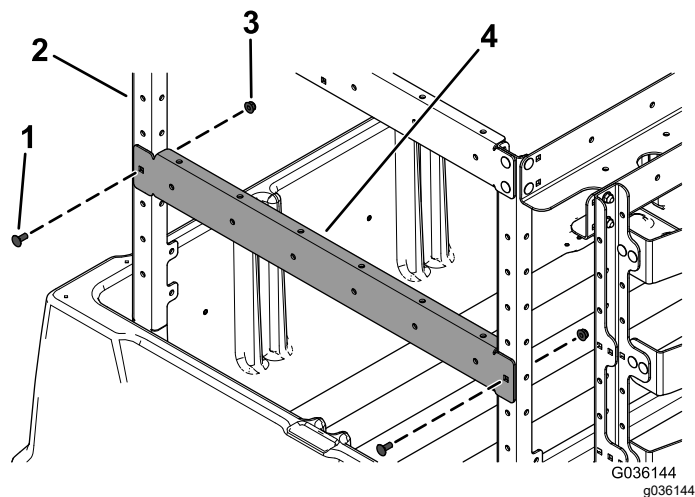

Figura 7
6. Instale o suporte do tubo frontal (com um furo de cada lado) nos dois suportes verticais frontais com dois parafusos de carroçaria (5/16 x 3/4 pol.) e duas porcas flangeadas (5/6 pol.) como se mostra na Figura 7.